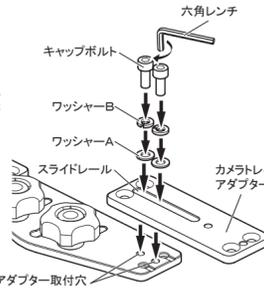

図2
**2 アダプター取付穴に付属のワッシャーA、ワッシャーB、キャップボルトの順にセットし、六角レンチでキャップボルトを時計方向にまわして軽く締める(図2)**